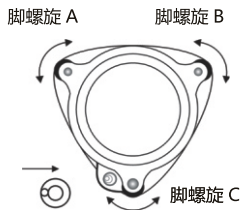

图 1
(1) 将脚架安置在测试点上，仪器安装在三脚架基座强制中心孔内，锁紧基座固定钮，使仪器稳定。
(2) 调节三脚架高度，使望远镜高度与观测高度大致相同。
(3) 相向转动脚螺旋 A、B 使气泡移至垂直于 A、B 连线的圆水准器线上（图 1），转动脚螺旋 C，使水泡居于圆水准器中心（图 2）。